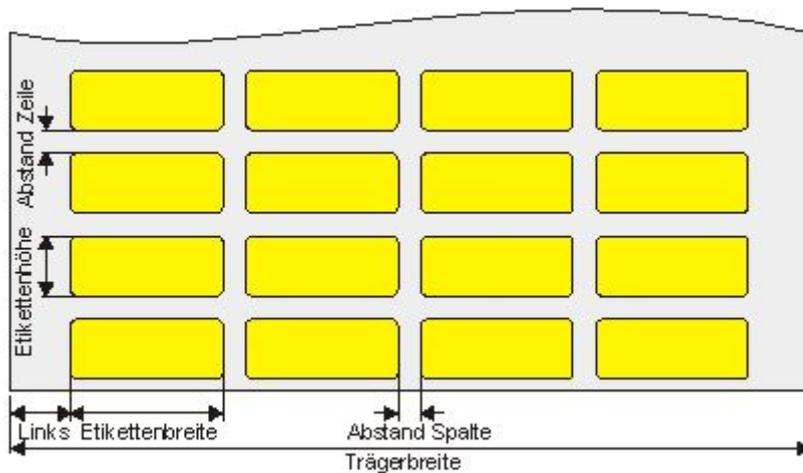

Bild 4
- Abmessungen:** (siehe Bild 4)
- Ränder:** (siehe Bild 4)
Zwischenabstände: (siehe Bild 4)